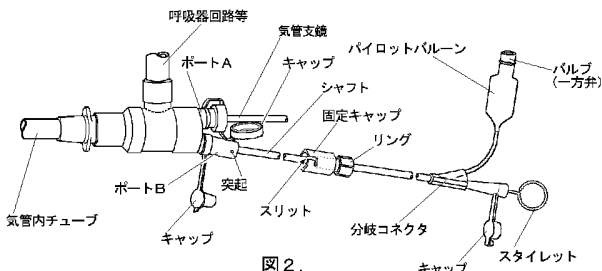

図2.
- ②確認後、固定キャップのリングを左に回して固定を解除すること。
- \* ③気道確保を目的として挿管した気管内チューブに、シーベルコネクタがセットされた状態でブロッカーチューブの先端を挿入すること。
- \* ④シーベルコネクタを気管内チューブに接続した後、呼吸器回路等をシーベルコネクタの回路接続部に接続すること。(図2参照)
- ⑤シーベルコネクタのポートAのキャップを外し、気管支鏡を挿入すること。(図2参照)